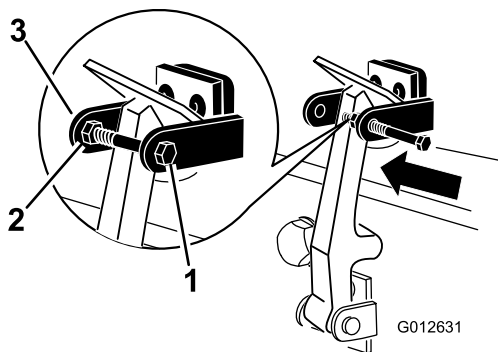

Figura 6
7. Enrosque el perno en el otro brazo del seguro de cierre del capó para bloquear la posición del cierre (Figura 6). Apriete el perno, pero no apriete la tuerca.